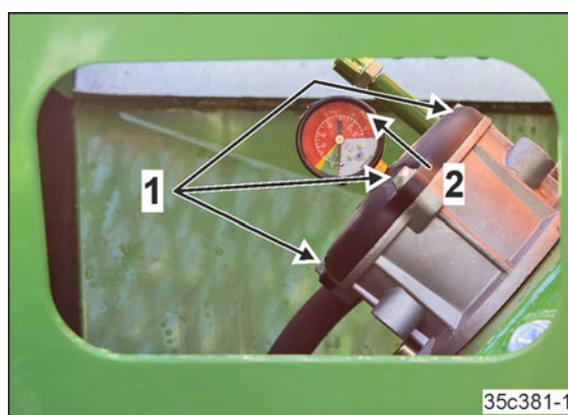

Fig. 293
1. Desserrez les vis hexagonales 6x25 (Fig. 293/1).
2. Soulever le couvercle (Fig. 293/2)